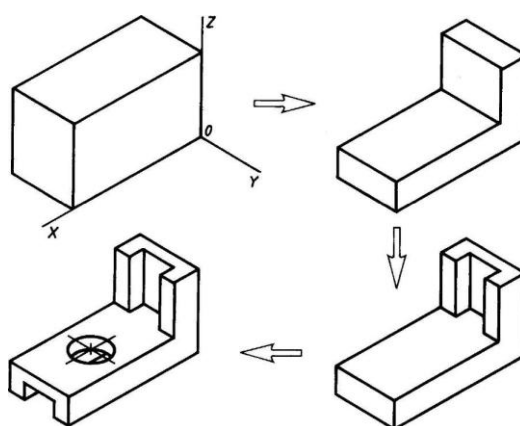

Рис. 1 Построение изометрической проекции детали на основе последовательного удаления объемов
1. Способ построения изометрической проекции на основе последовательного удаления объемов используется в тех случаях, когда отображаемая форма получена в результате удаления из исходной формы каких-либо объемов (рис. 1).